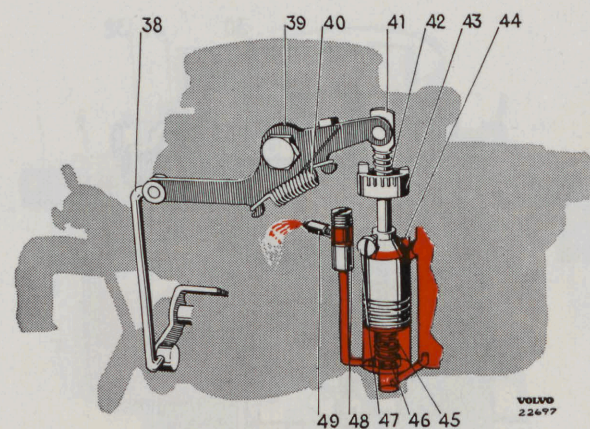

Bild 14. Accelerationspump.
Pumpkolen (44, bild 14), placerad i en cylinder som utformats vid sidan av flottörkammaren, påverkas vid nedpressning av en med fjädrande led försedd hävarm. Pumpkolvens slaglängd kan på grund härav lätt varieras genom vridning av en kamförsedd bricka (43), varvid främre delen av hävarmen stannar mot ett anslag, högre eller lägre beroende på brickans läge. Den sista delen av bakre hävarmsdelens rörelse upptas av fjädern (40) vid leden.